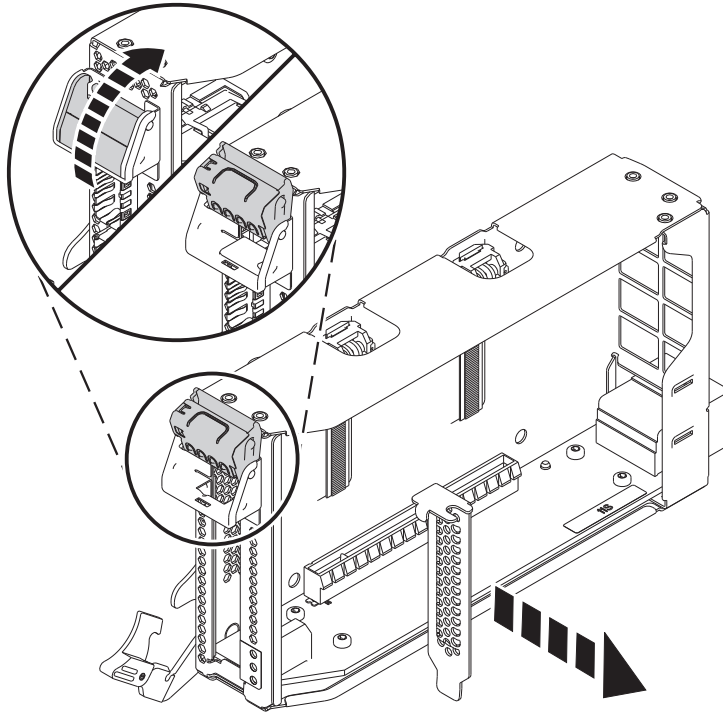

Figura 17. Extracción del relleno del adaptador PCIe de la casete del adaptador
- c. Para desbloquear la contrapunta del relleno, gire el pestillo que se halla en el extremo de la contrapunta de la casete como se muestra en la Figura 17 en la página 18.
- d. Extraiga la contrapunta del relleno de la casete, como se muestra en la Figura 17 en la página 18.